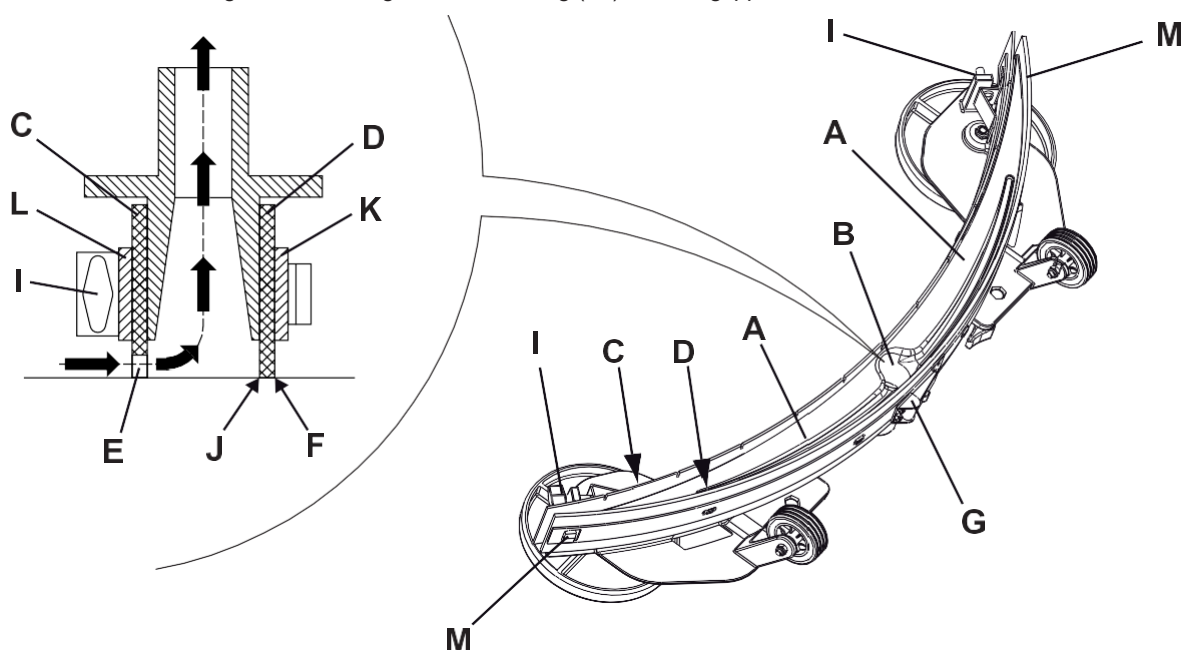

Abb. 11
2. Das Gerät ausschalten, indem der Schalter (66) etwa eine Sekunde lang gedrückt wird.
3. Sauglippe (25) mit dem Hebel (10) absenken.
4. Die Sterngriffe (26) lösen und die Sauglippe (25) entfernen.
5. Trennen Sie den Vakuumschlauch (15) von der Sauglippe.
6. Die Sauglippe (Abb. 11) waschen und reinigen. Insbesondere die Hohlräume (A, Abb. 11) und die Bohrung (B) reinigen. Überprüfen Sie das vordere Blatt (C) und das hintere Blatt (D) auf Integrität, Schnitte und Risse. Ersetzen sie diese (siehe die Vorgehensweise im nachfolgenden Paragraphen).
1. Die Sauglippe (Abb. 11) reinigen, und dabei wie angegeben im vorhergehenden Abschnitt vorgehen.
2. Überprüfen, ob die Fugenkanten (E) des vorderen (C) und die Fugenkanten (F) des hinteren Gummis (D) gleichzeitig in ihrer gesamten Länge auf dem Fußboden aufsitzen. Andernfalls wie folgt ihre Höhe einstellen:
- Zugstange (G) entfernen, Haltevorrichtungen (M) lösen und hinteren Gummi (D) einstellen. Haltevorrichtungen einrasten und Zugstange einbauen.
- Sterngriffe (I) lösen und vorderen Gummi (C) einstellen. Sterngriffe wieder festdrehen.
3. Überprüfen, ob der vordere (C) und der hintere Gummi (D) unversehrt sind und keine Schnitte oder Risse aufweisen, gegebenenfalls wie folgt austauschen. Prüfen auch dass der hintere Gummi keine abgenutzten Vorderkanten (J) hat; ansonsten das Wischblatt umkehren und auf seinen Platz eine von den drei noch vollständige Kanten anbringen. Falls die anderen Kanten ebenfalls abgenutzt sind, ersetzen Sie das Wischblatt, indem Sie wie folgt vorgehen:
- Zugstange (G) entfernen, Haltevorrichtungen (M) lösen, Haltestreifen (K) abnehmen und hinteren Gummi (D) umdrehen/ austauschen. Das Wischblatt in der umgekehrten Reihenfolge des Ausbaus einbauen.
- Sterngriffe (I) aufdrehen, Haltestreifen (L) abnehmen und vorderen Gummi (C) austauschen. Das Wischblatt in der umgekehrten Reihenfolge des Ausbaus einbauen.